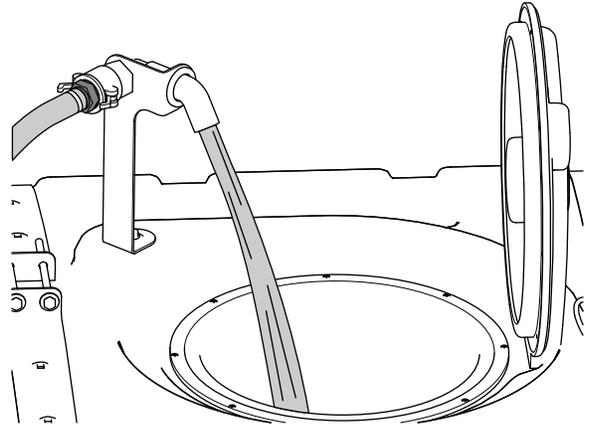

Figura 31
5. Añada $\frac{3}{4}$ de la cantidad de agua necesaria al depósito de fumigación (Figura 31).